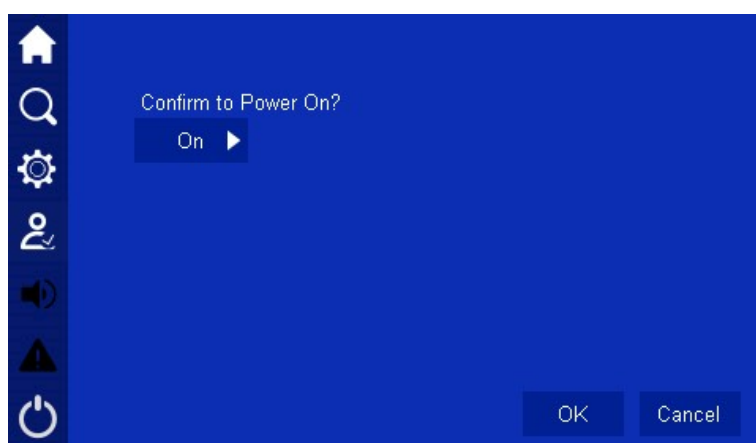

Figure5-2 Inizia la pagina di conferma
4. Clic  icona nella pagina di gestione del sistema, accederà alla pagina ON / OFF, fare clic sul pulsante OK per eseguire l'operazione di avvio, come mostrato in Figure5-2.